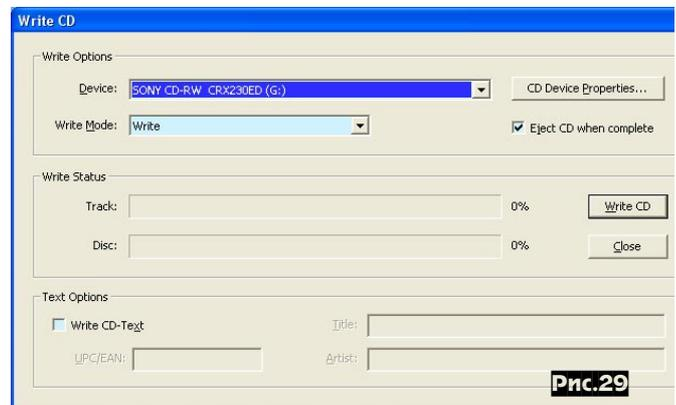
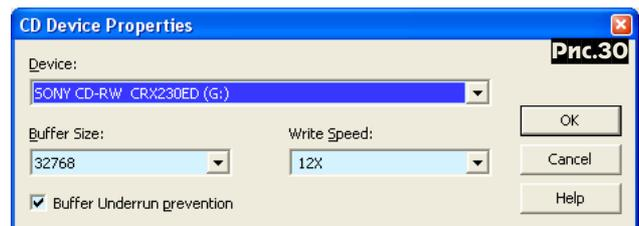

Рис.29
Рис.30
**Project Size** (размер проекта) - общее время звучания и занимаемое пространство. Затем нажимаем **Write CD...** - появится окно (рис.29), где устанавливаем параметры записи. Для установки скорости записи надо нажать на кнопку **CD Device Properties...** - появится окно (рис.30). Как показала практика, писать audio CD надо на малой скорости, не выше x4. Затем нажимаем **OK** и возвращаемся в предыдущее окно, где нам остается нажать **Write CD**. Ждем окончания процесса, тестируем диск на ошибки в стандартной утилите Nero CD speed и радуемся (или нет) полученному результату ☺.